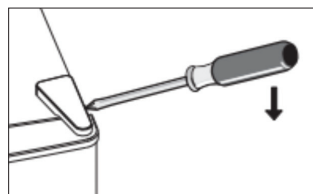

Рис. 1
2. Отсоедините крышку верхней петли и декоративную крышку угловую, которые расположены наверху морозильника (рис. 1 и 2).